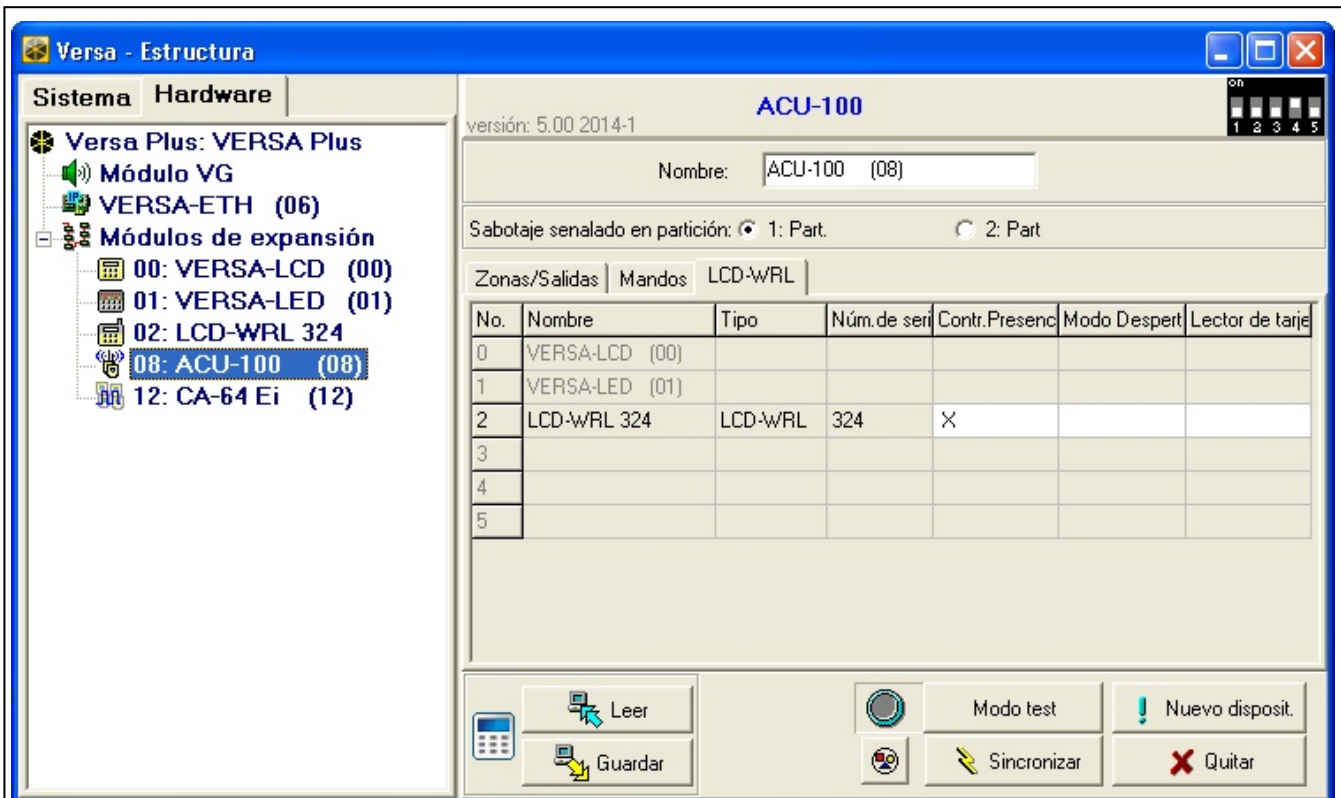

Fig. 3. Programa DLOADX: ajustes del teclado almacenados en el controlador del sistema ABAX.
Es posible añadir los teclados inalámbricos en la ventana “Versa – Estructura”, en la pestaña “Equipo”, después de hacer clic sobre el nombre del controlador del sistema ABAX en la lista de dispositivos, y después sobre la pestaña “LCD-WRL” (ver: fig. 3 s. 6).
Es posible eliminar los teclados inalámbricos en la ventana “Versa – Estructura”, en la pestaña “Equipo”, después de hacer clic sobre el nombre del controlador del sistema ABAX en la lista de dispositivos, y después sobre la pestaña “LCD-WRL” (ver: fig. 3 pág. 6).
- programa DLOADX: →ventana “Versa – Estructura” →pestaña “Equipo” →ramo “Módulos de extensión” →[nombre de controlador del sistema ABAX] →pestaña “LCD-WRL” (ver: fig. 3),